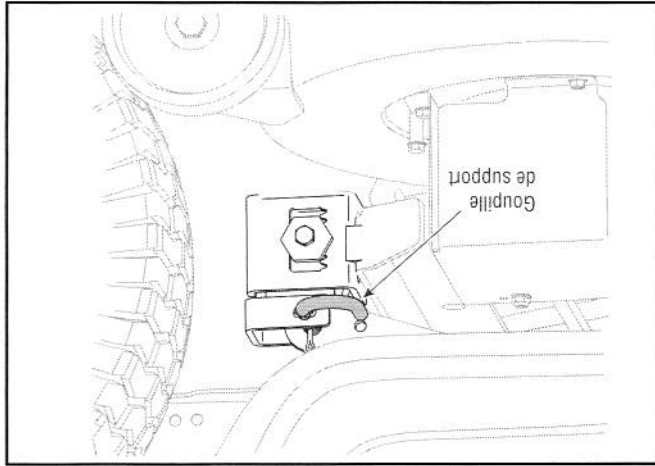

Figure 21
- Enlevez la goupille épinglée qui maintient le câble de la prise de force sur l'arrière du plateau de coupe. Voir la Figure 21.